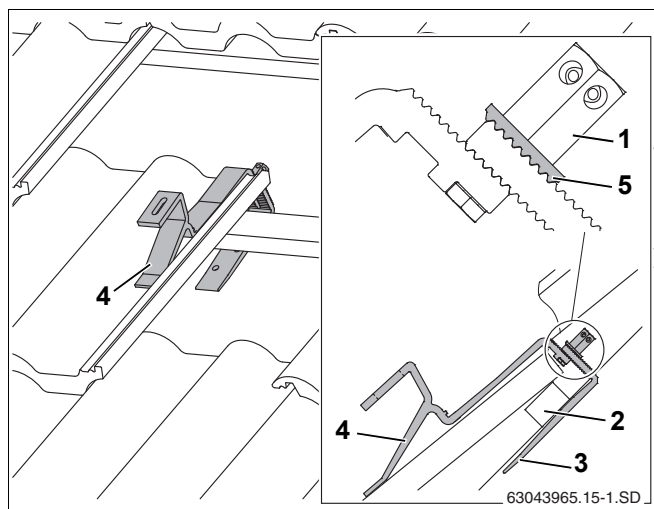

Рис. 13 Установленные кровельные крюки (для наглядности изображены не все элементы черепицы)
- Установите крюки так, чтобы передняя подпорка легла во впадину черепицы (рис. 13, поз. 4).
- Сдвиньте вверх нижнюю часть кровельного крюка (рис. 13, поз. 3) так, чтобы она прилегала к обрешетке крыши (рис. 13, поз. 2).
- Затяните высокие гайки (рис. 13, поз. 1). Для этого вставьте ключ SW5 в отверстие гайки и поверните его.
Зубчатая подкладная шайба (рис. 13, поз. 5) должна войти в зацепление с нижней частью кровельного крюка.